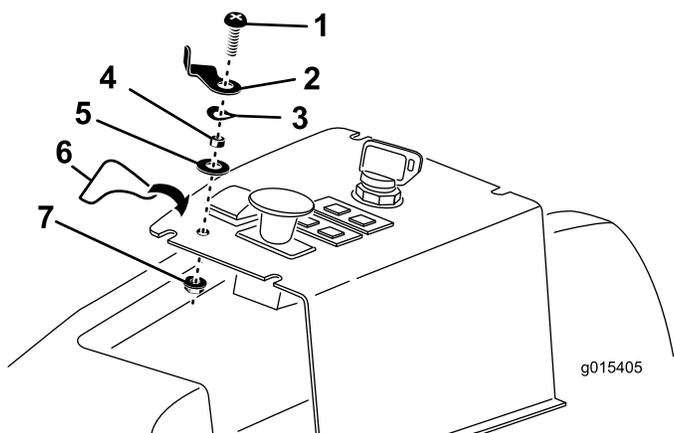

図 14
3. 昇降ロックレバー、スペーサ、ウェーブワッシャ、平ワッシャを順に 1/4 x 1 インチ皿ねじに通す 図 14 を参照。
4. 昇降ロックレバーアセンブリを通したねじをコントロールパネルの穴に通し、ロックナットで固定する。昇降ロックレバーを 図 14 のように配置する。
5. 昇降ロックレバーのデカルをコントロールパネルに 図 14 のように貼り付ける。